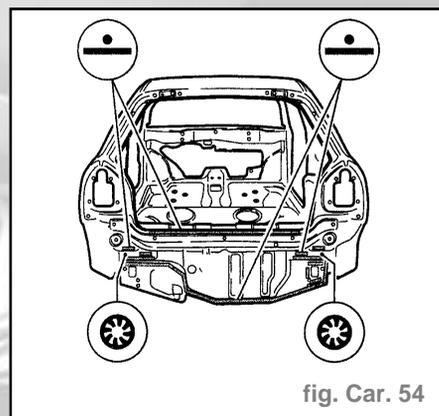

fig. Car. 54
- Engager la pièce depuis le bas entre le logement des feux AR et le renfort inférieur (fig. Car. 54).